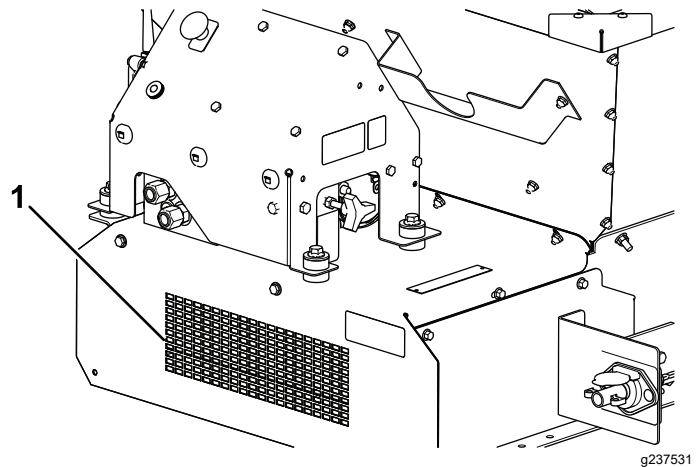
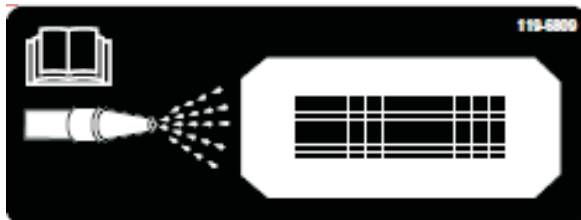

Рисунок 63
Рисунок 62
11. Найдите наклейку, обозначающую отверстие для очистки в передней части машины (Рисунок 62), и с помощью садового шланга заливайте воду через переднюю защитную сетку до тех пор, пока нижний щиток не будет полностью очищен от разбрасываемого материала (Рисунок 63).